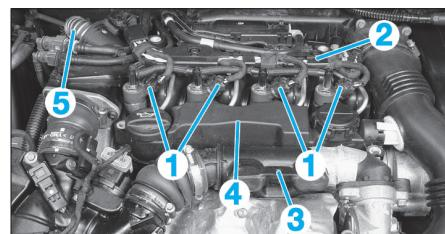

Fig. 39
- Déconnecter les connecteurs (1) (Fig.39) des injecteurs.
- Écarter le faisceau (2).
- l'atténuateur (3),
- le déshuileur (4),